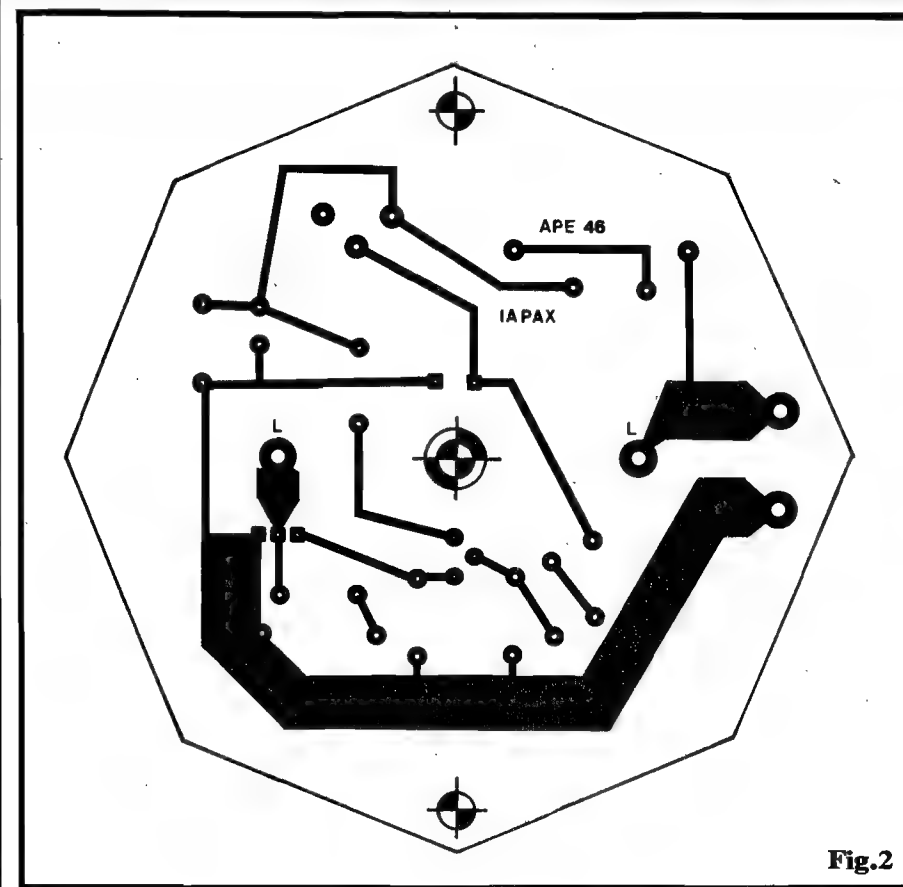
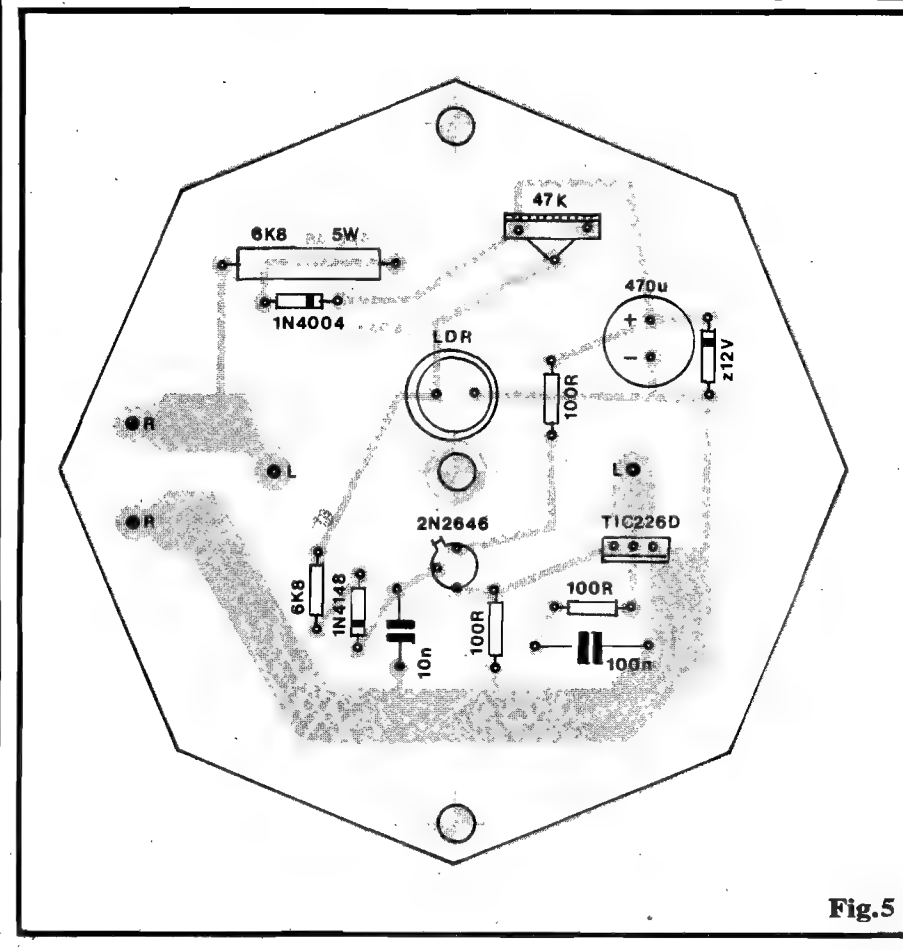

Fig.2
Fig.5
- FIG. 5 - "CHAPEADO" DA MONTAGEM - O Circuito Impresso, no seu formato de octógono regular, é visto agora pelo lado não cobreado, todas as peças devidamente posicionadas, identificadas pelos seus códigos, valores, polaridades, etc. Vários dos componentes são polarizados, ou seja: devem obrigatoriamente ser colocados e ligados numa única e certa posição, já que qualquer inversão poderá arruinar o componente e - seguramente - impedirá o funcionamento do próprio circuito... Referimo-nos, especialmente, aos seguintes componentes:
previamente realizados nas ilhas respectivas... Caso isso não seja possível, as lâminas metálicas dos terminais (geralmente em cobre ou latão) podem ser soldadas diretamente às grandes ilhas "L-L" (rever fig. 2), ou ainda eletricamente ligadas a elas com o auxílio de um pedaço curto de fio de cobre nú e rígido, soldado tanto aos terminais quanto às ditas ilhas... A fixação mecânica do soquete deve ser feita através de parafuso e porca (no calibre apropriado), passando pelo furo central da base do dito soquete, e pelo furo central da própria placa, sobresaindo, pelo lado dos componentes (no Impresso) a ponta do dito parafuso, com a respectiva porca (em posição logo inferior à do LDR, no diagrama da fig. 5). É importante, por razões de isolamento, que o lado inferior da base do soquete tenha sua face totalmente em cerâmica, sem excrescências metálicas que possam fazer "curto" com as pistas cobreadas do Impresso...